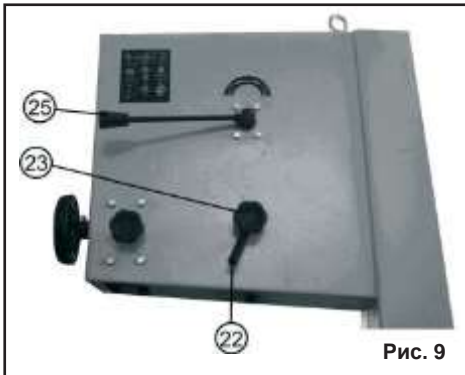

Рис. 9
11.3. Регулировка смещения пильной ленты (Рис. 9, 10, 11)
11.4.2. Для регулировки пильной ленты необходимо, чтобы рычаг натяжения (25) находился в крайнем переднем положении (натягивал пильную ленту), Рис. 9.